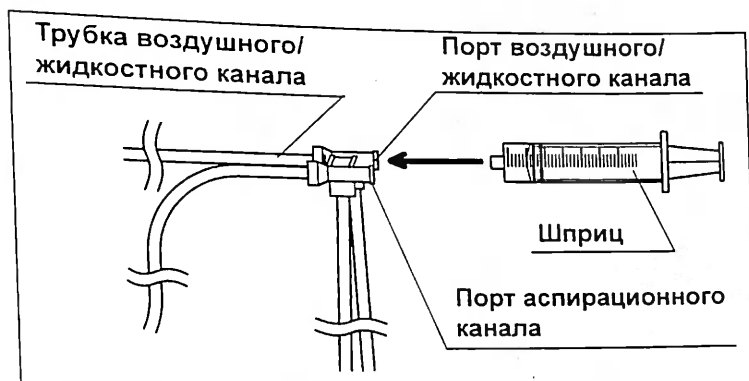

рисунок 5.24
- 4 Присоедините шприц к порту воздушного/жидкостного канала инжекторной трубки и продуйте воздушный/жидкостный канал, используя не менее 90 мл воздуха. (см. рис. 5.24)